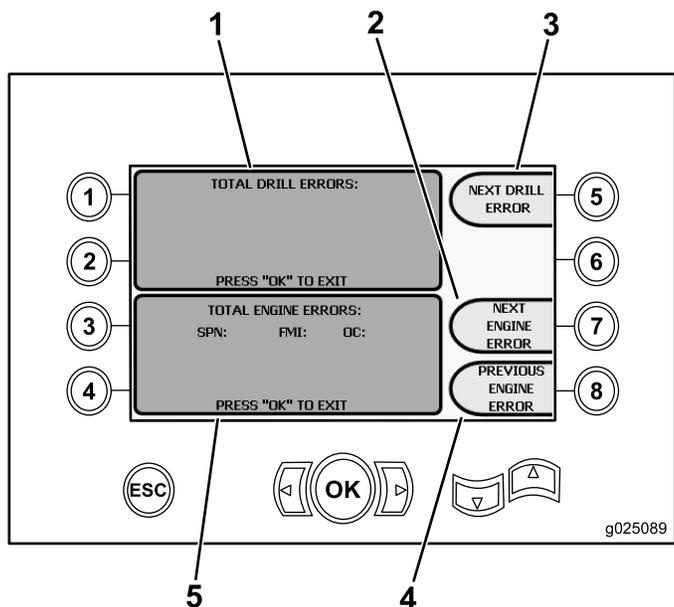

Figure 16
- Bouton 3 – Lecture des codes d'erreur (Figure 16)
Si plus d'une erreur de forage ou de moteur est indiquée, appuyez sur le bouton 5 pour afficher l'erreur de forage suivante, sur le bouton 7 pour afficher l'erreur de moteur suivante ou sur le bouton 8 pour afficher l'erreur de moteur précédente (Figure 16).
Remarque: Si aucune erreur de forage ou de moteur n'est indiquée, appuyez sur le bouton OK pour quitter cet écran (Figure 16).